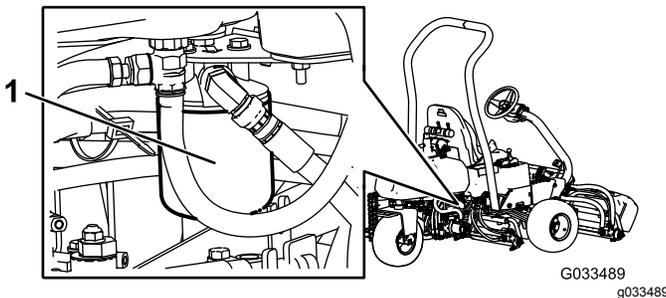

図 52
3. 右側油圧フィルタについても同様にステップ 1 と 2 を行う 図 52。